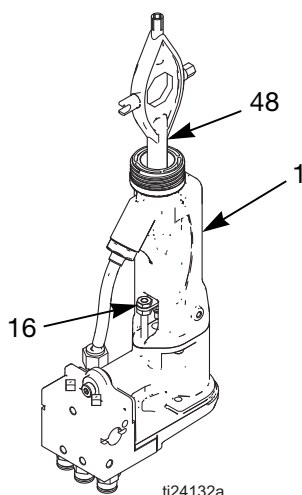

BILD 22 Demontering av vätsketättningsstång
4. Demontera sprutmunstycket (4) och elektroden (3).
5. Ta bort tättningsstången (2), med kombinationsverktyget (48). Se BILD 22.